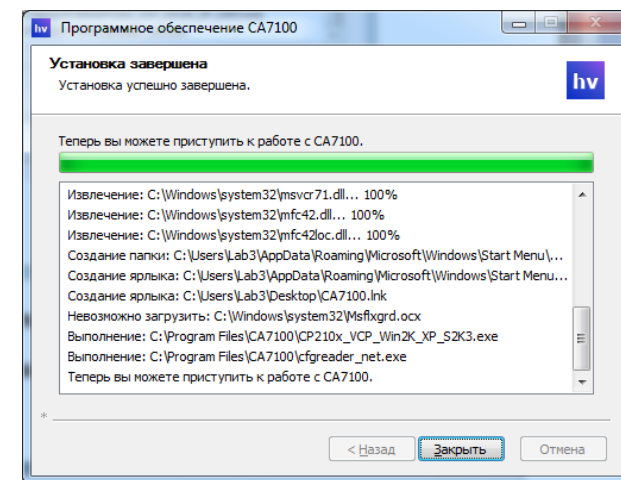

Рисунок 8.13
9) На экране появится окно (рисунок 8.13) с информацией о том, что установка программы "CA7100. Измерение C, tgδ, R" обеспечена Моста CA7100 завершена. Щелкнуть по кнопке **Заккрыть**,